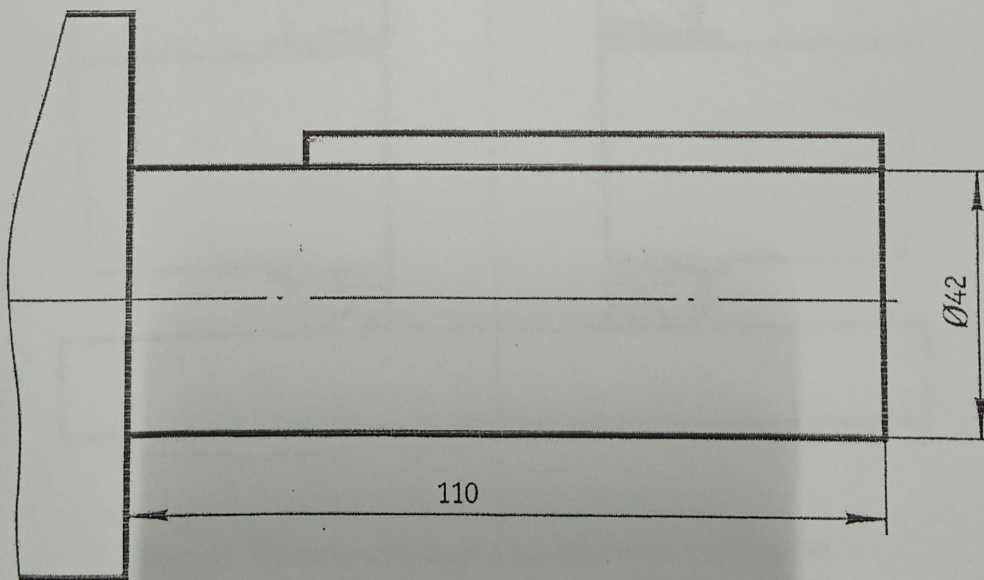

Рис.3 Вал электродвигателя
12.2.2. Вал электродвигателя	рис.3